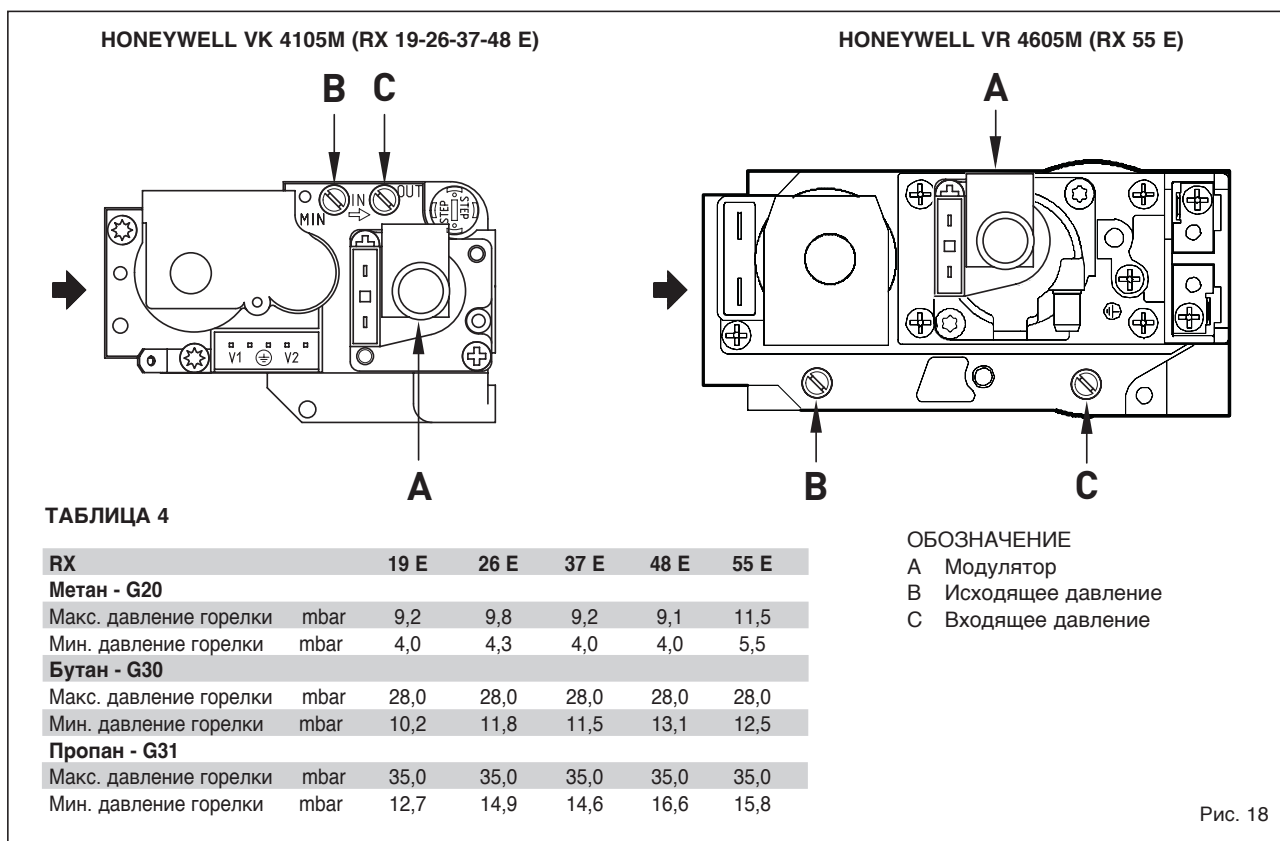

Рис. 18
4.1 ГАЗОВЫЙ КЛАПАН (Рис. 18)
- Подключите колонку или манометр на выходе после газового клапана (С Рис. 18).
- Снимите крышку (1) на модуляторе.
- Задайте максимальное давление с помощью гайки (3) и найдите
его соответствующее значение, приведенное в **Таблице 4** (Рис. 18).
- Затяните гайку (3) закрутив болт (2) пока не найдете минимальное значение, указанное в **Таблице 4** (Рис. 18).
- Верните пластмассовую крышку (1) на модуляторе и по возможности запечатайте ее каплей краски.